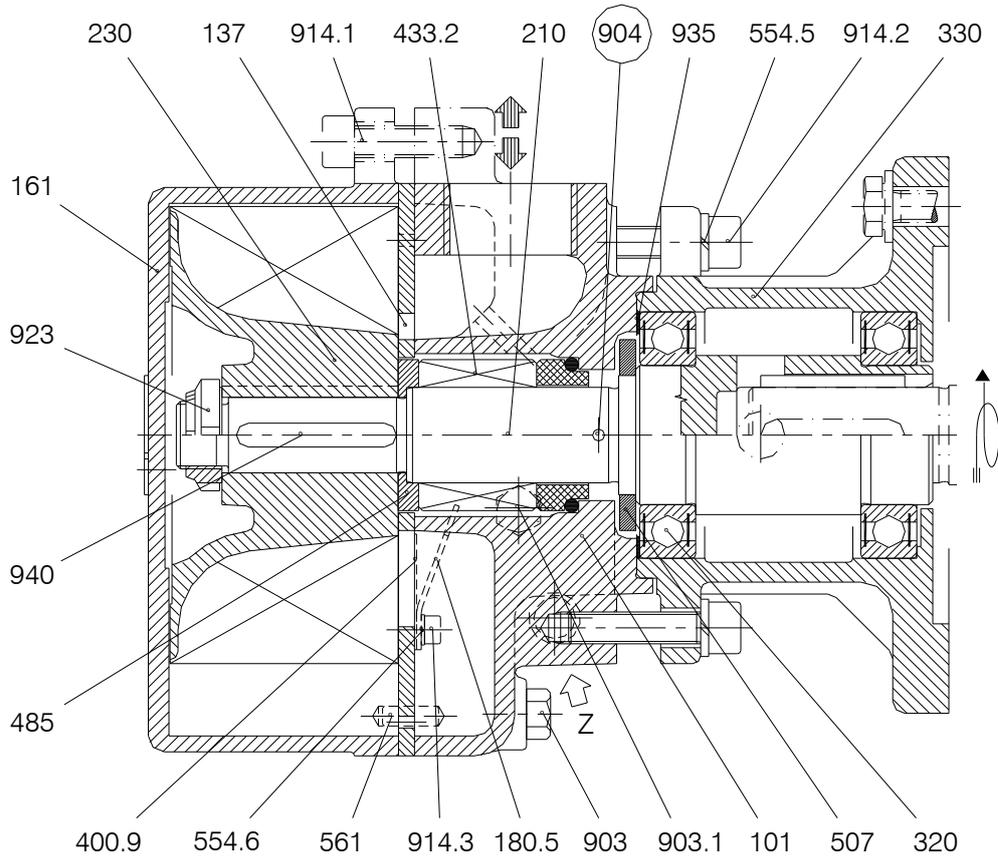

Fig. 4 - TRVX 255/1/M (avec moteur type IEC 72-1)
1.2 – DÉMONTAGE pour la VERSION /1/M (avec moteur type IEC 72-1: voir la fig. 4 du chapitre 5)
2.1 – ASSEMBLAGE pour VERSION /1/M (avec moteur type IEC 72-1: voir fig. 4 au chapitre 5)